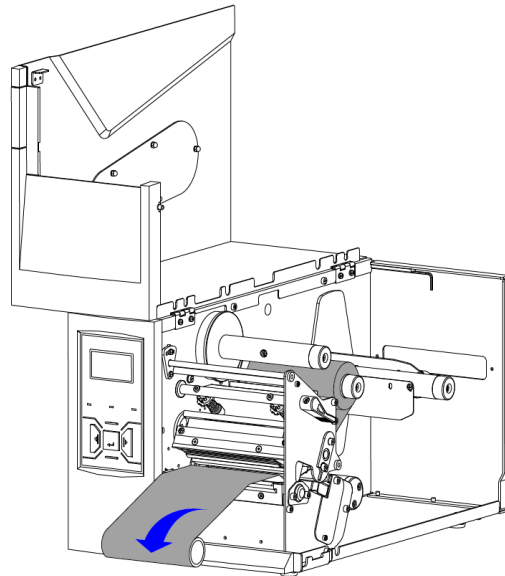

Рисунок 2-9 Приемный рулон ленты
6. Оберните ленту вокруг свободного сердечника ленты, чтобы сформировать рулон для приема ленты. См. Рисунок 2-9.